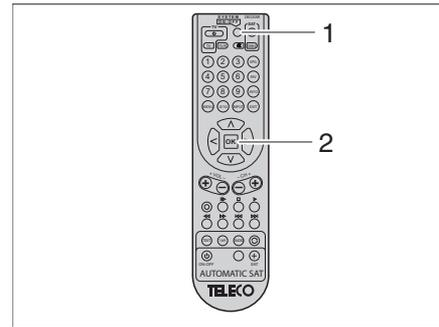

Bild 37 Fernbedienung Fernseher
- Taste System On-Off (Bild 37,1) drücken. Auf dem Bildschirm erscheint das Menü zur Auswahl unterschiedlicher Satelliten.
- Taste OK (Bild 37,2) drücken.
- Taste System On-Off (Bild 37,1) drücken.